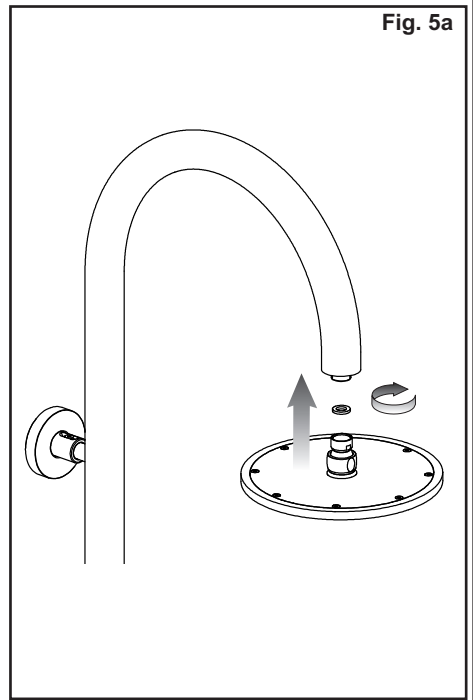

Fig. 5a
**Fissaggio del soffione (Fig. 5a)**
**Fixation de la pomme de douche (Fig. 5a)**
**Fixing of the Head Shower (Fig. 5a)**
**Befestigung der Kopfbrause (Abb. 5a)**
**Fijación de la ducha (Fig. 5a)**